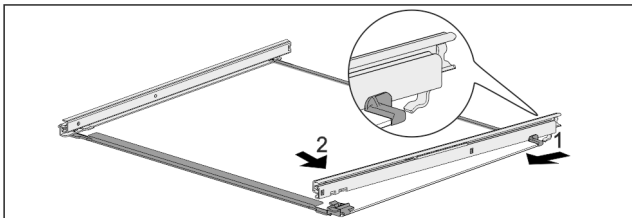

Fig. 121 Glasplaat met rails
- ▶ Rail achter vasthaken. Fig. 121 (1)
- ▶ Rail voor vasthaken. Fig. 121 (2)